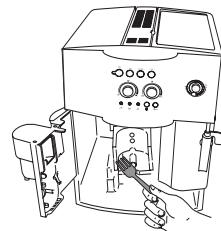
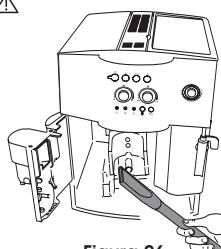

Figura 25
Figura 26
- Limpie cuidadosamente el interior de la máquina raspando con un tenedor de plástico o de madera (Figura 25) y luego elimine los residuos con una aspiradora (Figura 26).